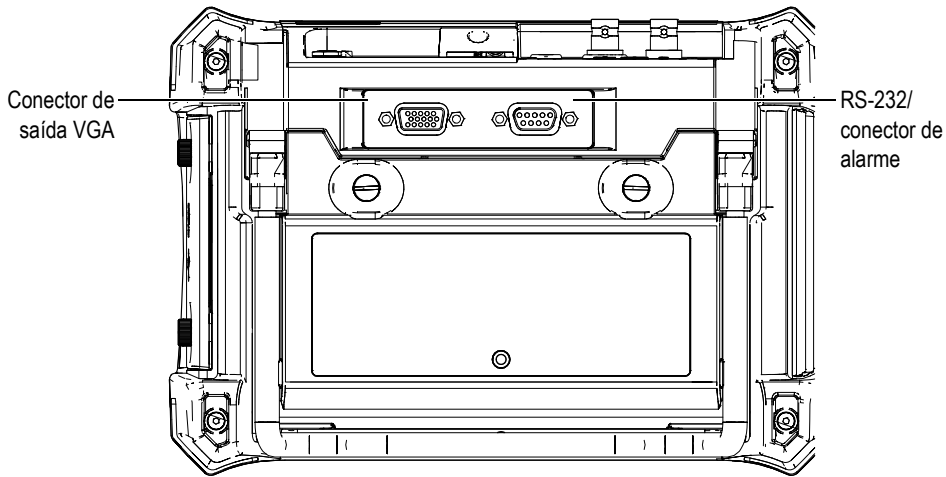

Figura 9-1 Conectores de alarmes (RS-232) e de saída VGA
2. Conecte o cabo 600-C-VGA-5 (U8780298) - item opcional - ao conector de saída VGA do EPOCH 600 e depois o dispositivo VGA (veja Figura 9-1 na página 148).
O EPOCH 600 vem de fábrica com um sistema de comunicação serial (RS-232) que é combinado com os sinais de alarme no mesmo conector (veja Figura 9-1 na página 148). A comunicação serial usa pinos no conector de saída combinada RS-232/alarmes localizada na parte de trás do aparelho. Através da comunicação serial, pode-se conectar o EPOCH 600 a um computador para a comunicação com o programa de interface EPOCH 600, GageView Pro.